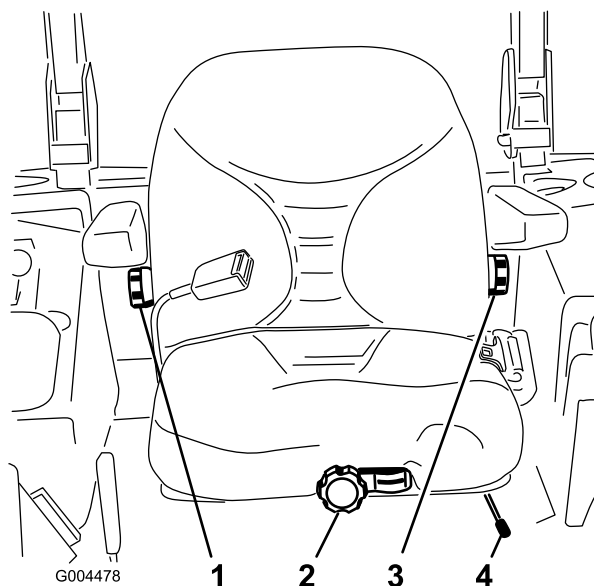

図 32
1. 調整は、レバーを横に動かしてシートのロックを解除して行う (図 32)。
運転席に座らずに、座席前部にあるノブを、オペレータの体重に合わせてセットします (図 32)。
調整は、右側アーム・レストの下にあるノブを回して行います(図 32)。
調整は、左側アーム・レストの下にあるノブを回して行います(図 32)。